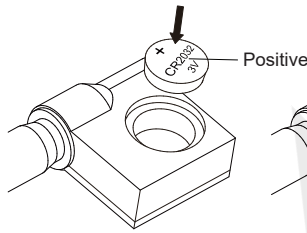

Abb.2
---Setzen Sie die CR2032-Batterie in das Batteriehaus, die positive Seite der Batterie (+) sollte nach außen blicken (Abb. 2).